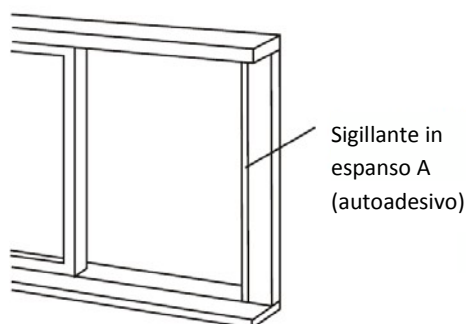

Fig. 12
1. Tagliate il sigillante A (autoadesivo) su misura e incollatelo sul telaio della finestra (vedi fig. 12)